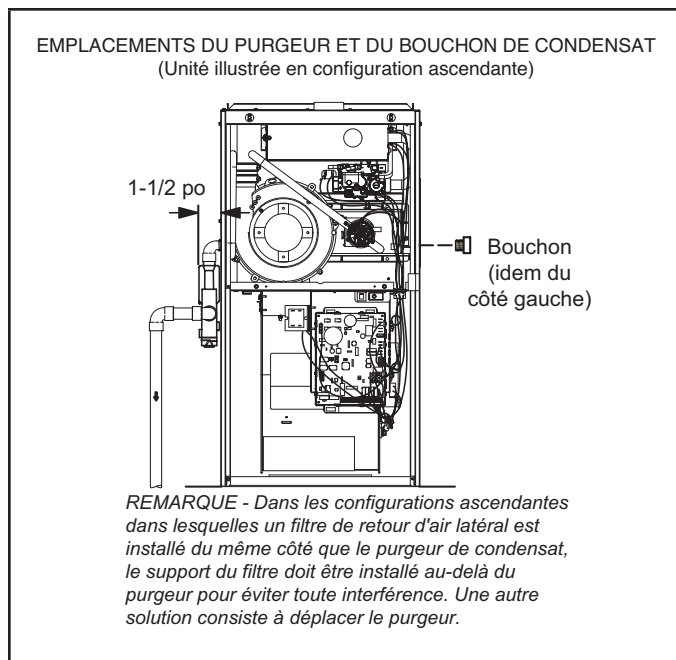

FIGURE 39
Cette unité est prévue pour une sortie à gauche ou à droite du tuyau de condensat en configuration ascendante. En configuration horizontale, le purgeur de condensat doit se prolonger en dessous du générateur. Prévoir un dégagement d'entretien de 8 po pour le purgeur. Voir les FIGURE 39 et FIGURE 41 pour les emplacements du purgeur de condensat. La Figure 39 illustre le piège avec tuyau en PVC de 1/2 po ou de 3/4 po.
- 3 - Installer le bouchon sur l'ouverture de nettoyage à la base du purgeur. Fixer avec le collier. Voir Figure 39.